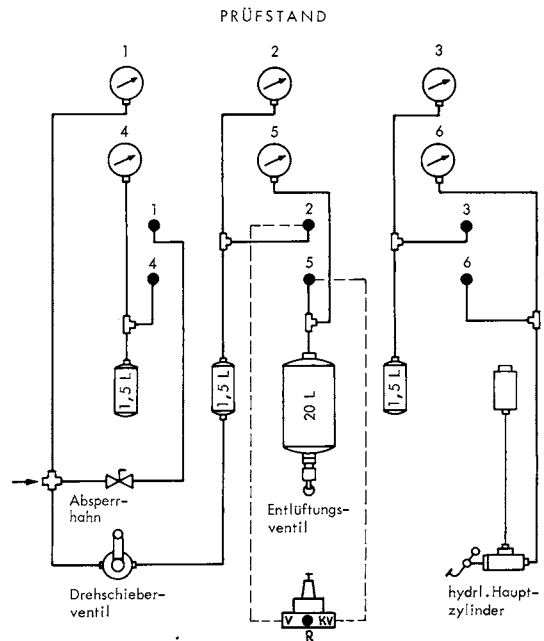

Abb. 3
- c) Drucksteuerventil nach Prüfschema anschließen (siehe Abb. 3) Absperrhahn und Drehschieberventil sind geschlossen.